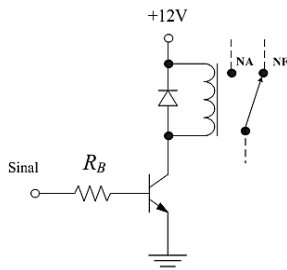

Fig. C.4 – Chave transistorizada para acionamento de um relé.
C.1 - Deseja-se acionar o relé do circuito da Fig. C.4² com um sinal de 5 V. O relé deve operar com uma corrente de 150 mA. Será empregado o transistor NPN BC548 que têm um ganho mínimo de 110. Determinar R_B .